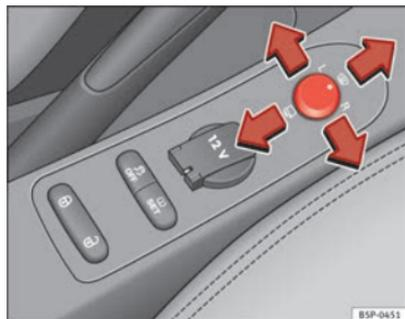

Fig. 90 Regolazione degli specchi retrovisori esterni
1. In primo luogo, ruotare la manopola ⇒ fig. 90 portandola nella posizione **L (specchietto esterno sinistro)**.
- Per riscaldare gli specchietti retrovisori termici e per attivare la funzione parabrezza riscaldabile\* nella zona di riposo delle spazzole, girare il comando in avanti sulla posizione centrale ① ⇒ pagina 132.
- Per far ripiegare su se stessi gli specchietti esterni si deve ruotare la manopola ⇒ fig. 90 portandola nella posizione ☐. Si consiglia di richiudere sempre gli specchietti esterni quando si porta il veicolo all'autolavaggio, altrimenti potrebbero danneggiarsi. ▶